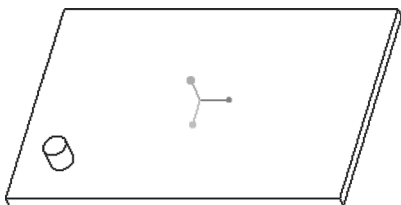

图 5-82 原始实体模型
1) 单击  (打开) 按钮,弹出“文件打开”对话框。从随书光盘中的“CH5”文件夹中选择“bc_5_bzl_1.prt”,单击“打开”按钮。该文件中存在的原始实体模型如图 5-82 所示。